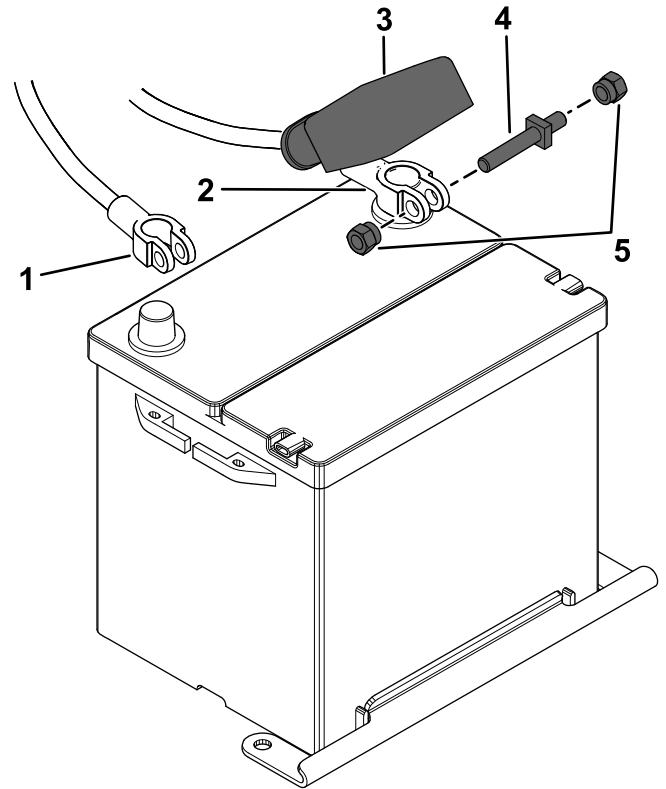

Figure 4
1. Branchez le câble positif de la batterie (rouge) sur la borne positive (+) de la batterie et fixez-le avec le boulon et les écrous (Figure 4).
2. Placez ensuite le capuchon isolant sur la borne positive (Figure 4).
3. Branchez le câble négatif de la batterie (noir) sur la borne négative (–) de la batterie, et fixez-le avec le boulons et écrous (Figure 4).